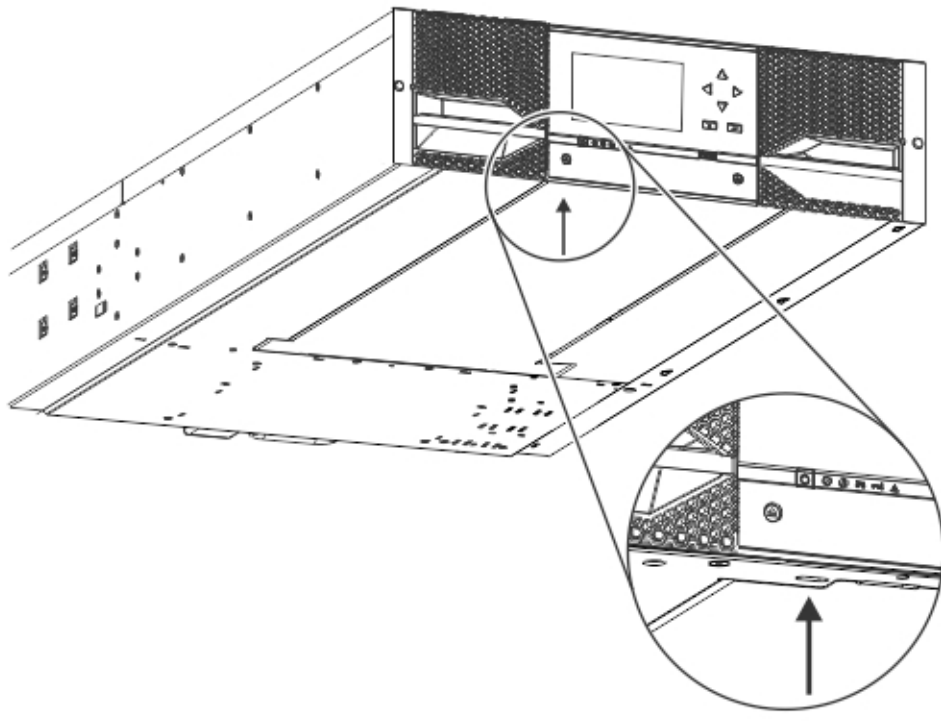

Abbildung 34. Gefederte Verriegelung entriegeln
- c. Stützen Sie die untere Abdeckung mit einer Hand ab. Setzen Sie einen kleinen Schlitzschraubendreher oder einen Torx-Schraubendreher in das Loch ein und schieben Sie den Schraubendreher ca 4 mm seitwärts nach links, um die gefederte Verriegelung zu entriegeln. Siehe Abb. 34.